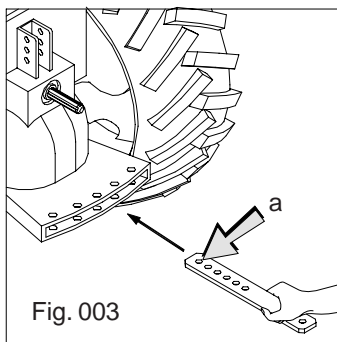

Fig. 003
Substituir la barra de tracción (enganche) del tractor por la barra de tracción que es equipada por la **JUMIL** y es anexada con la máquina.(fig 003)
Encoste el tractor a la máquina según el esquema de acoplamiento ("A"). Enganche la barra de tracción al enganche trasero de la máquina (fig.003). Manteniendo una distancia mínima de 10 cm entre los neumáticos del tractor y las correas de la máquina.
**Use el último orificio de la barra de tracción "a" fig 003), solamente como último recurso de regulaje, para la posible roptura del mismo.**